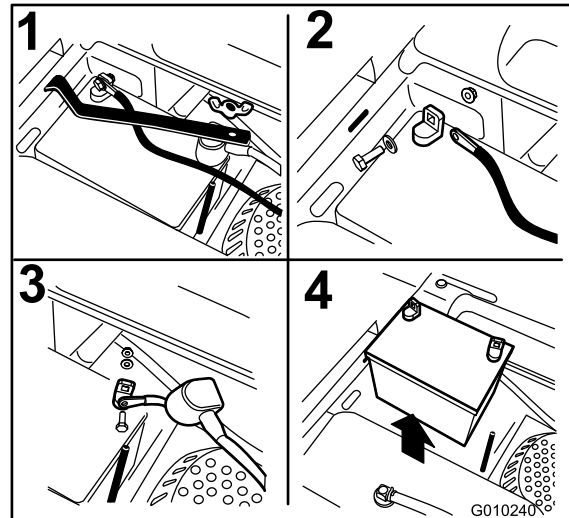

Figura 46
3. Retire la tuerca de orejeta que sujeta la abrazadera de la batería (Figura 46).
4. Primero desconecte el cable negativo (negro) del borne negativo (-) (negro) de la batería (Figura 46).
5. Retire la cubierta de goma roja del borne positivo (rojo) de la batería y retire el cable positivo (+) (rojo) (Figura 46).
6. Retire la abrazadera (Figura 46).
1. Coloque la batería en la bandeja, con los bornes frente al depósito de aceite hidráulico (Figura 46).
4. Fije los cables con 2 pernos, 2 arandelas, y 2 contratueras (Figura 46).
6. Instale la abrazadera y sujétela con la tuerca de orejeta (Figura 46).